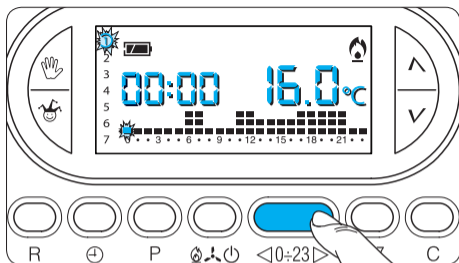

Fig. 26
7.3- Tramite i pulsanti **<0÷23>** spostare l'indicatore lampeggiante  alle ore 0 sul grafico del programma giornaliero (fig. 26).